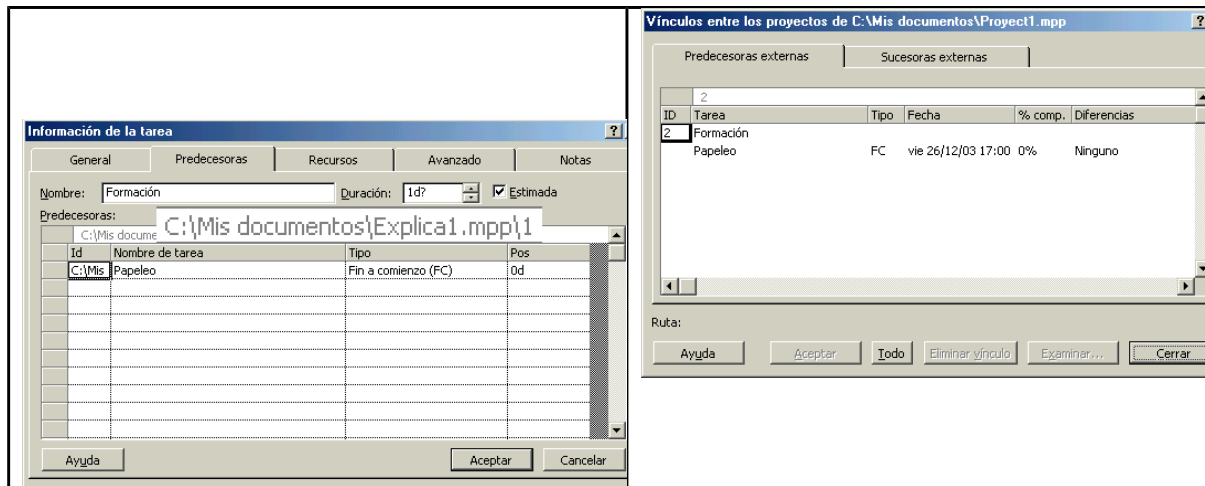

Imagen 95: Vincular tarea con tareas externas
Herramientas – Vínculos entre proyectos: Nos ayuda a mantener actualizada la información sobre los proyectos con tareas pertenecientes a otros proyectos (ver Imagen 95 –derecha), para ello estos vínculos deben ya existir.
vinculos con tareas externas se consiguen, en la ventana de información de la tarea – pestaña Predecesoras, indicando el número identificador (ID) de la tarea externa con la ruta y el nombre del proyecto que contiene dicha tarea (ver Imagen 95 – izquierda):